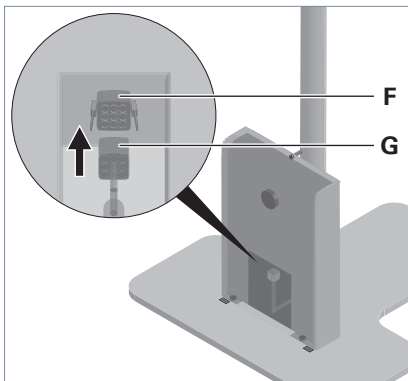

Fig. 4: Versorgungseinheit anschließen.
- Stecken Sie den Stecker **G** in die Buchse **F**, siehe Fig. 4.